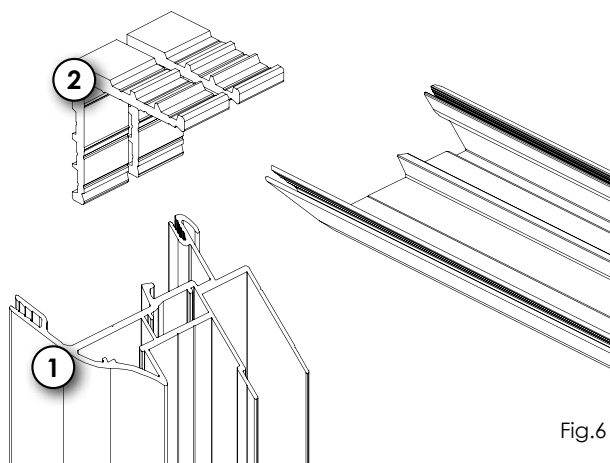

Fig.6
NL Steek de hoekverbinders in de korte zijde van het span raamprofiel ① [Fig.6]
DE Stecken Sie die Eckverbinder in die kürzere Seite des Spannrahmenprofils ① (ggf. mit Gummihammer). [Bild. 6] Die Eckverbinder können auf zwei verschiedene weise fixiert werden, mit Hilfe von Blindnieten oder durch schweißen.
EN Insert the Corner connectors into the short side of the Tension frame profile ① [Figure 6] The Corner connector can be fixed by rivets or welding.